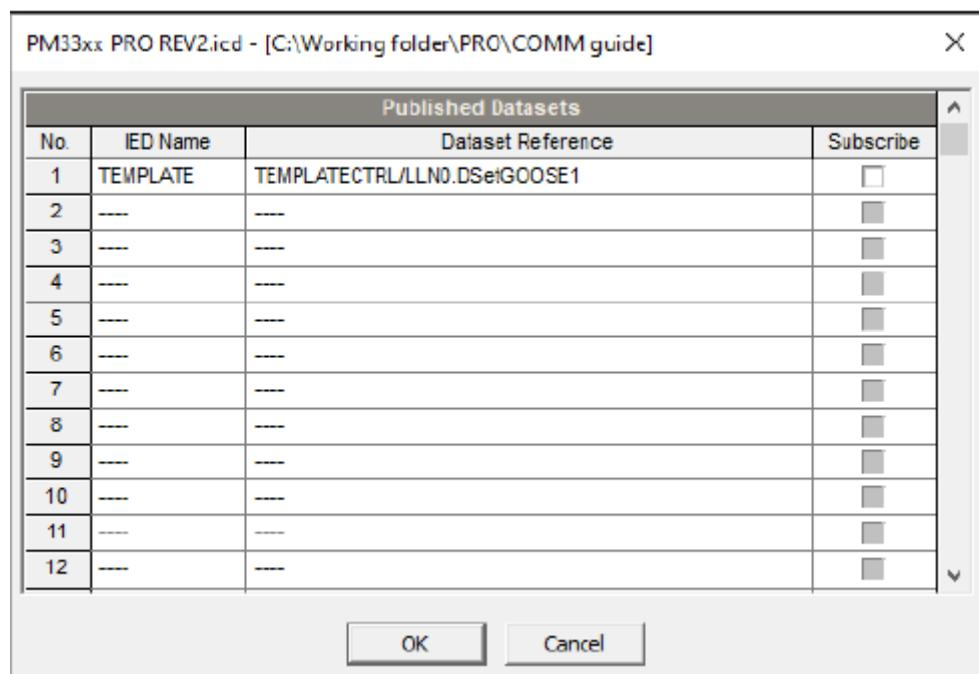

Рисунок 124 – Представление SCL файла, открытого PAS
3. Нажмите на кнопку «Открыть SCL файл» и откройте ICD или CID файл для устройства-публикатора, на которое Вы хотите подписаться. PAS показывает список всех наборов данных, связанных с блоками управления GOOSE publisher, которые находятся в файле ICD/CID. Установите флагок подписаться на набор данных, на который вы хотите подписаться (рисунок 124)